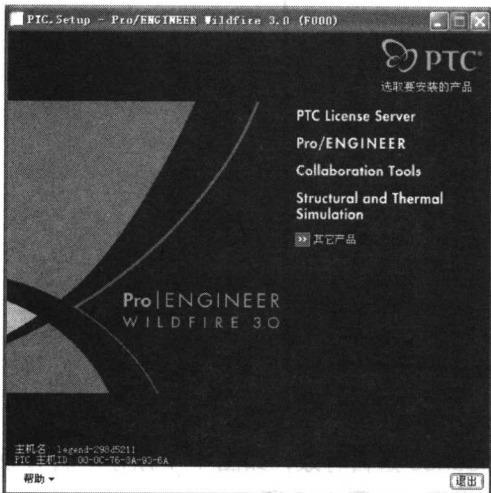
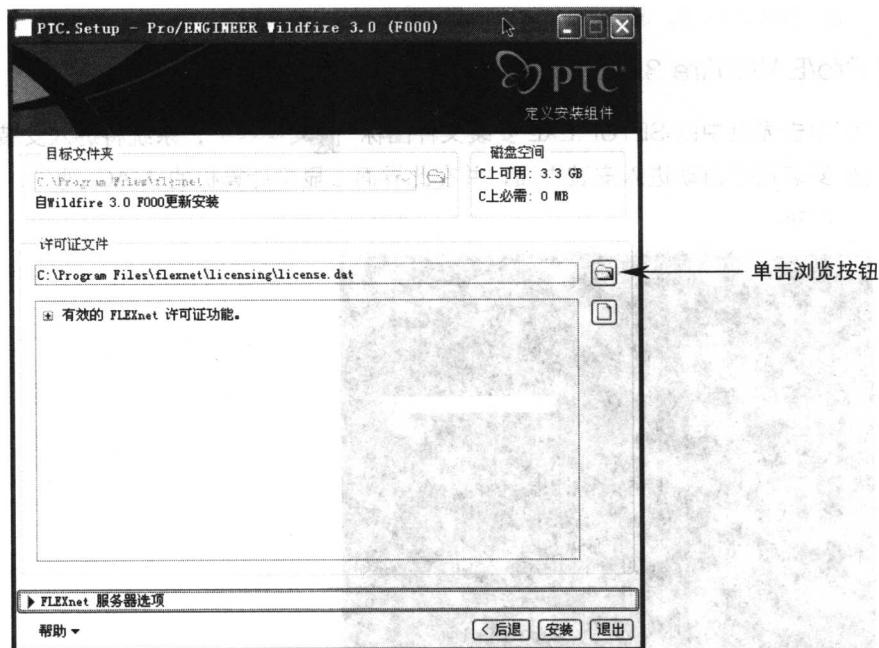
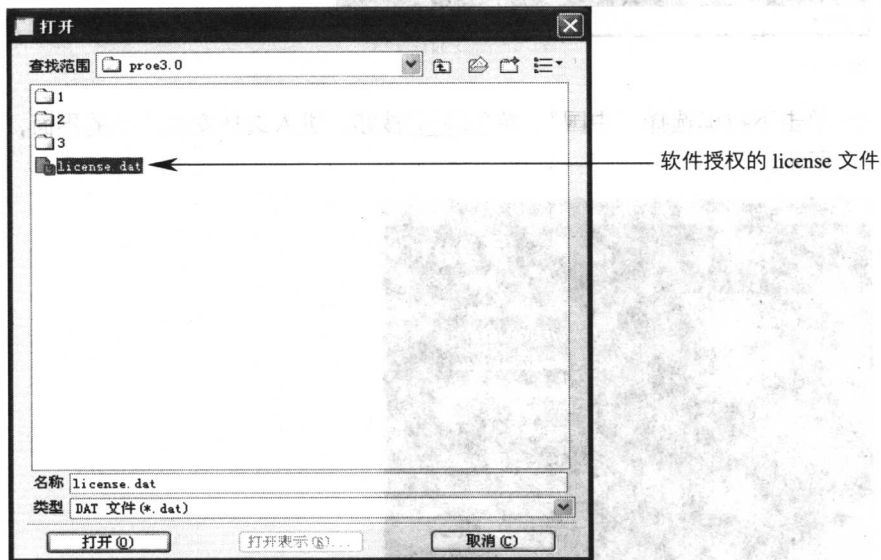
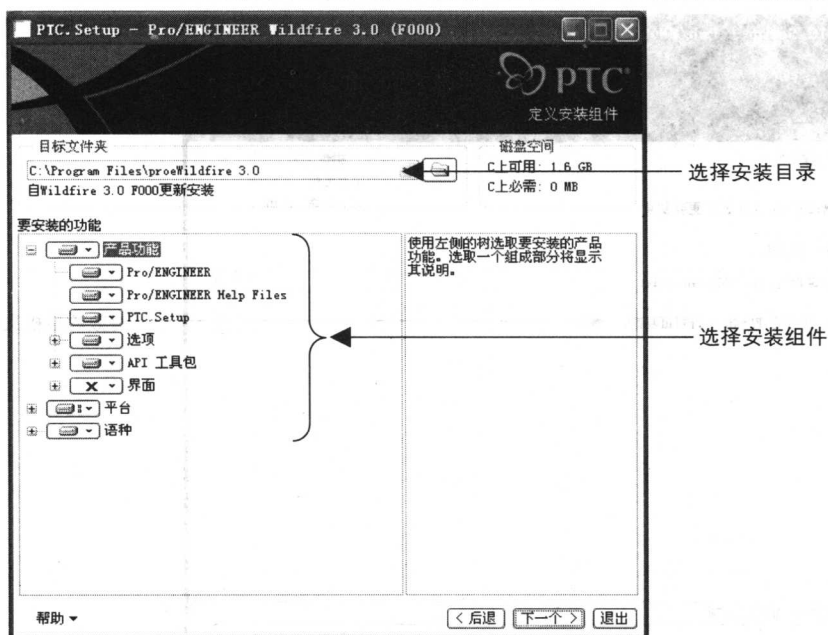

图 1-4
图 1-5
图 1-6
图 1-9
- ③ 单击下拉框选择“中国”,单击  按钮,进入选择安装产品的界面,如图 1-4 所示。
- ④ 单击 PTC License Server, 进入定义安装 Server 的界面, 如图 1-5 所示。在“许可证文件”栏中单击  按钮, 选择 Pro/E 软件的授权 license, 然后打开, 如图 1-6 所示。
- ⑥ Server 安装结束后，单击(下一个)按钮，将返回到图 1-4 所示的选择安装界面，单击 Pro/ENGINEER 开始安装 Pro/E 组件，如图 1-9 所示，在此界面上可以定义 Pro/E 的安装目录^{图1-4}以及选择某些组件^{图1-5}。